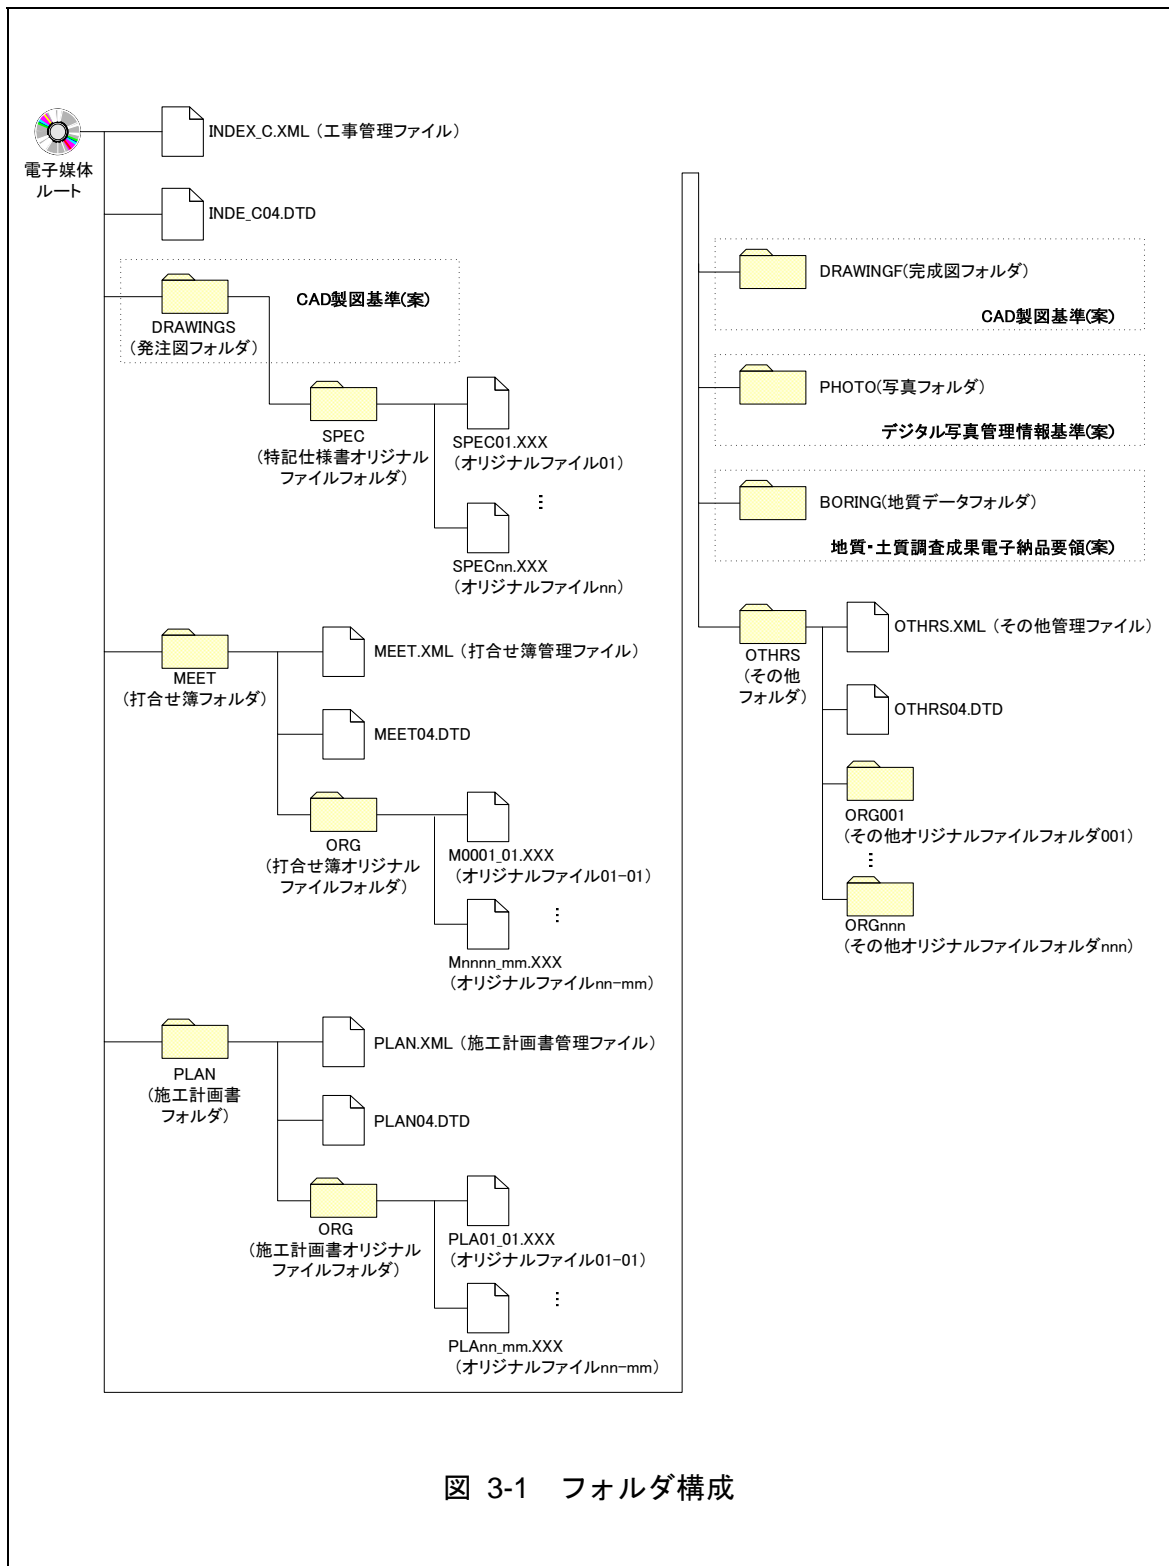

図 3-1 フォルダ構成
電子的手段により引き渡される電子成果品は、**図 3-1**に示すフォルダ構成とする。
- 図 3-1のフォルダの順番は、例示であり、表示の順番はこれによるものではない。